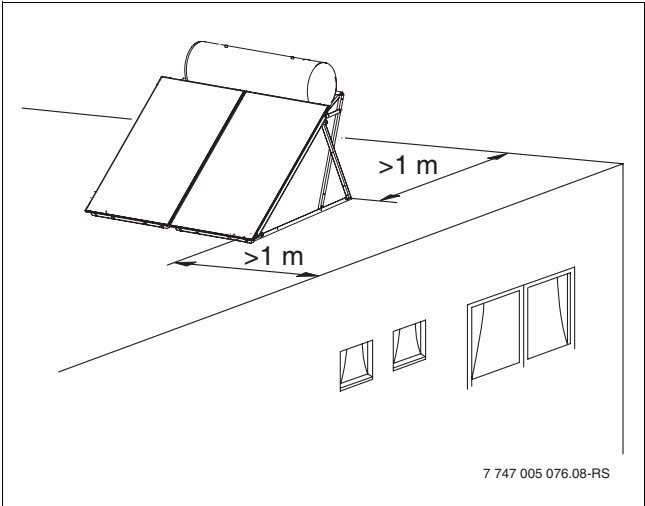

Fig. 8 Distance par rapport au bord du toit (ici système 300 l)
- ▶ Prévoir une distance minimale d'un mètre déjà avant le montage entre le support de toit plat et le bord du toit terrasse (→ fig. 8).